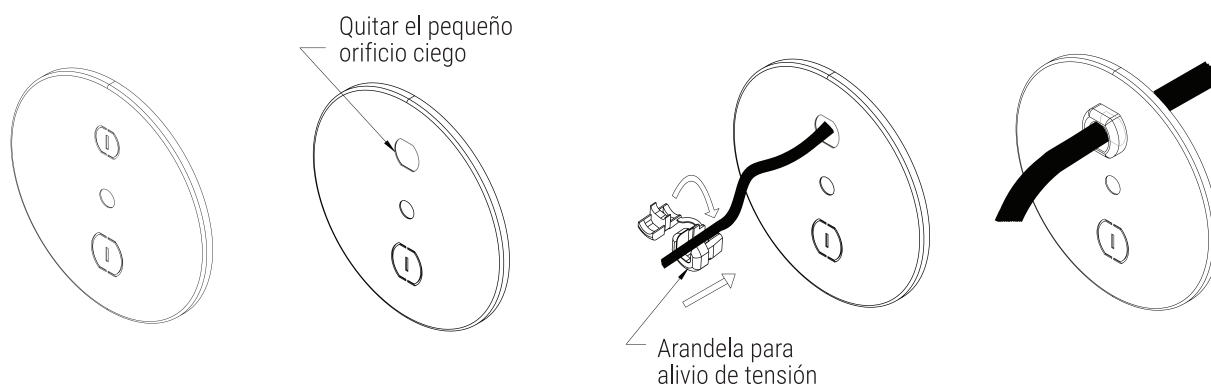

Fig. 3
5. Retire el pequeño orificio ciego de la cubierta grande y coloque el protector de cables alrededor del cable de alimentación, pasando este por el orificio ciego. Tire del cable de alimentación hacia arriba para fijar el protector de cables en el pequeño orificio ciego de la cubierta. (Fig. 3)